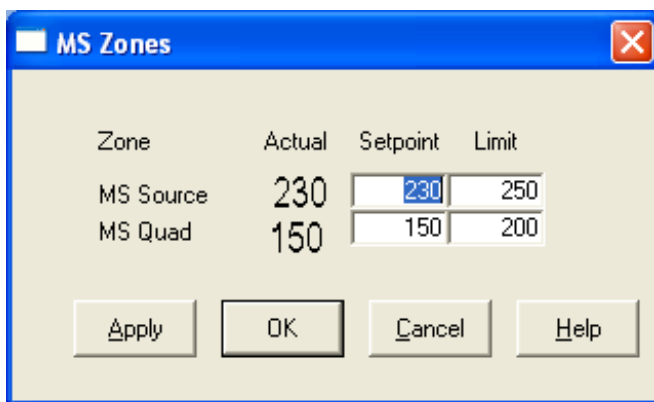

图 15 设置温度
- 2 从**更多参数**菜单中选择**温度**（图 15）。